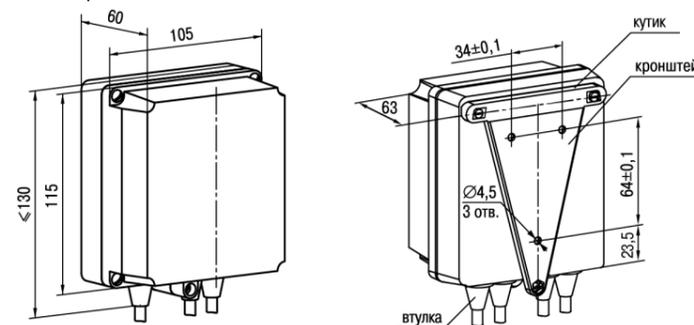

Рисунок 2 – Габаритные размеры корпуса Н
1. Закрепить кронштейн тремя винтами М4 × 20 на поверхности, предназначенной для установки прибора (см. рисунок 2).